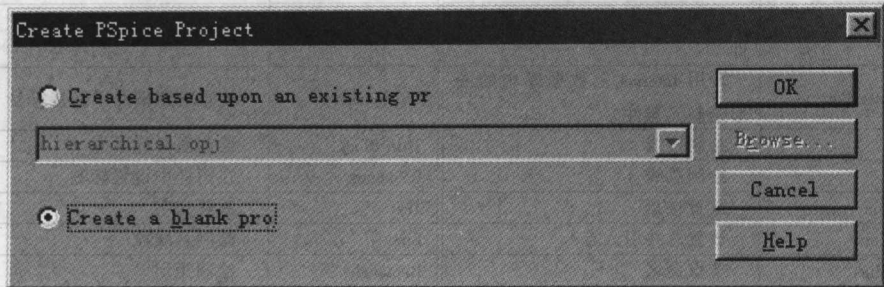

图 1-3 Create PSpice Project (创建设计项目) 对话框
(3) 创建 PSpice 项目 输入各项之后，点击 **OK** 按钮，出现 Create PSpice Project (创建设计项目) 对话框，如图 1-3 所示。其中